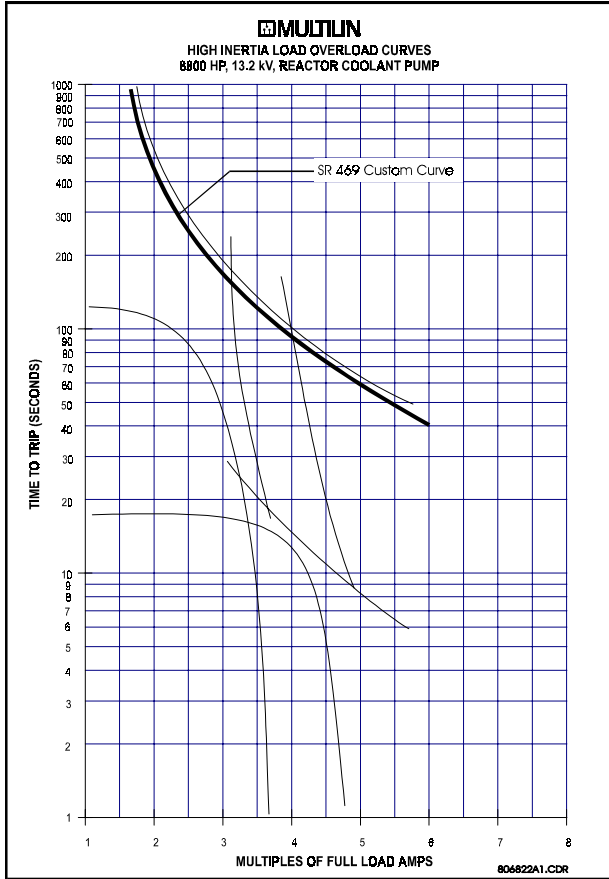

Figura 4-11 SOBRECARGA DEPENDIENTE DE VOLTAJE (CURVA USUARIO-DEFINIDA)
1. Construir una curva usuario-definida para el límite térmico de sobrecarga en marcha. Si la curva no se extiende hasta los límites térmicos de aceleración, extiéndala de forma que la curva intersece las curvas de límites térmicos de aceleración curves. (ver Figura 4-11)